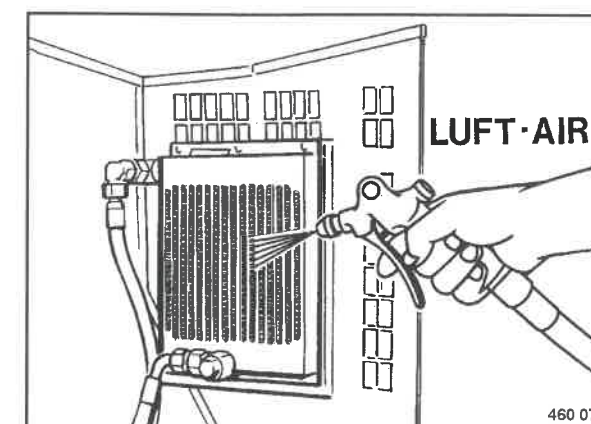

Fig. 118
- Insufflare aria per pulire il radiatore dell'olio idraulico (Fig. 118) iniziando dal lato dell'aria immessa.